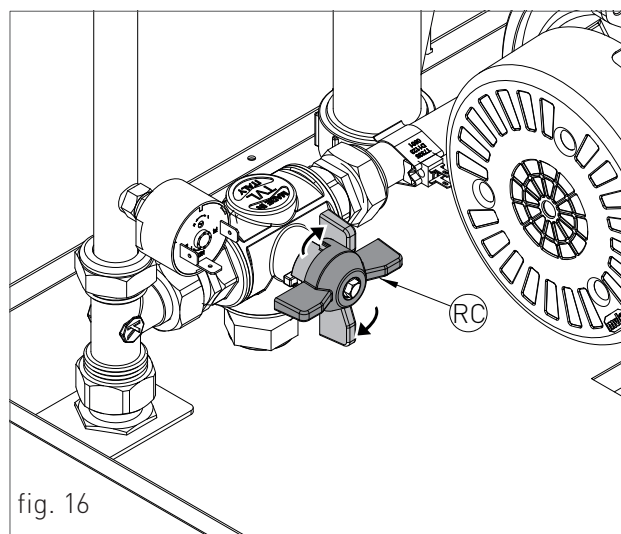

fig. 16
- › assurez-vous que la vanne à trois voies est réglée sur la position "recirculation", comme indiqué 'RC' à la figure 16.